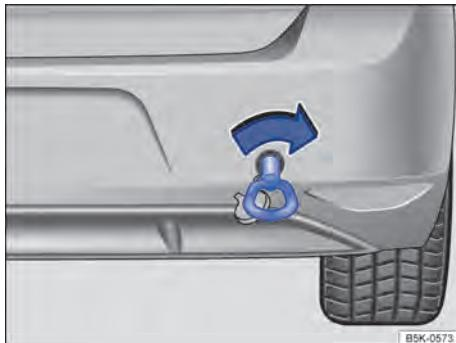

Fig. 231 No para-choque traseiro à direita: rosquear a argola de reboque.
O alojamento da argola de reboque rosqueável está localizado à direita do para-choque traseiro, atrás de uma cobertura ⇒ Fig. 231, ⇒ ①.
- Girar a argola de reboque tão firmemente quanto possível **sentido horário** na fixação ⇒ Fig. 231 ⇒ ①. Utilizar um objeto apropriado com o qual a argola de reboque possa ser rosqueada totalmente e com firmeza no alojamento.